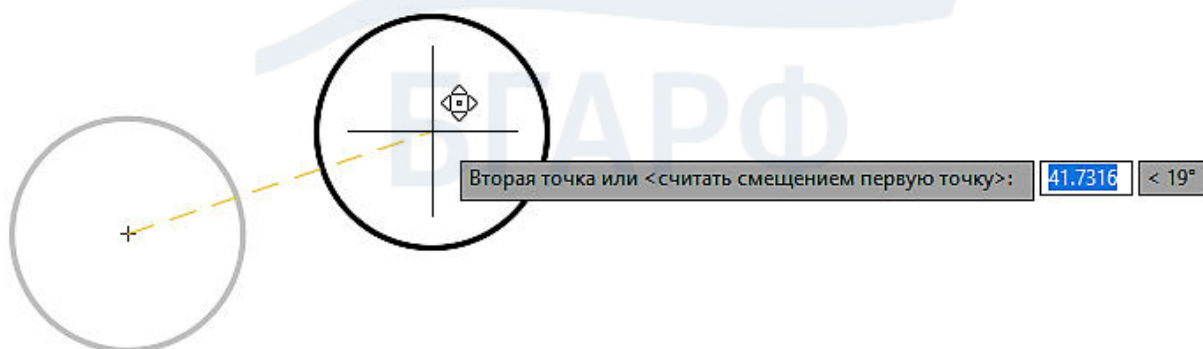

Рис. 107
**Перенести** → **Выделить окружность** → **Enter** → Указать базовую точку (например, центр окружности) → **Указать место** на чертеже, куда переместить окружность (рис. 107).